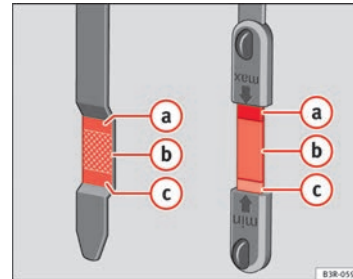

Abb. 169 Markierung am Ölmesstab
- Den Messstab anschließend wieder herausziehen und den Ölstand ablesen ⇒ Abb. 169. Füllen Sie gegebenenfalls Motoröl nach ⇒ Seite 242.